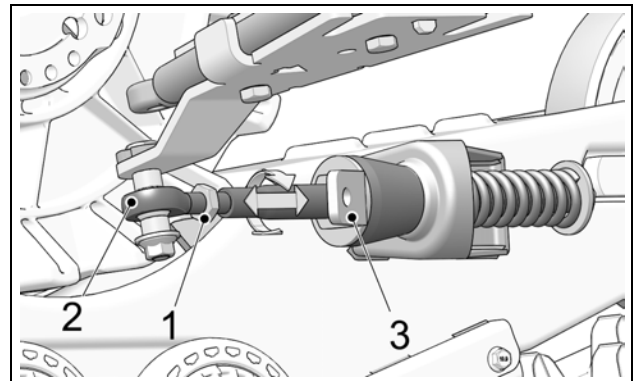

Figure 6
- Desserrer le contre-écrou (1) de l'embout à rotule. Ajuster la longueur de l'embout (2) en tournant le support de limiteur de conduite (3) au bras stabilisateur à l'aide d'une clé jusqu'à ce que la bulle du niveau soit centrée. Figure 6.
*NOTE* : Aux systèmes avant, la partie pliée du support de limiteur de conduite (3) doit être positionnée vers l'intérieur du véhicule.